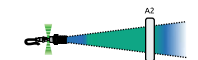

图 14 - 设置输出信号 (A2)
- 调整是为了设置阈值点 A1 和 A2（见图 14），它们决定输出信号的电平。